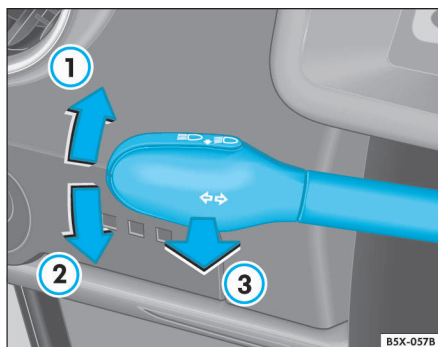

Fig. 45 Palanca de los indicadores de dirección y de conmutación de los faros
– Mueva la palanca hacia arriba, hasta el tope ⇒ fig. 45 ①, para indicadores de dirección **a la derecha**, y hacia abajo ② para indicadores de dirección **a la izquierda**. La luz correspondiente en el cuadro también parpadea.
- Para encender los faros altos presione la palanca ⇒ página 63, fig. 45 ③ en la dirección del volante, con el encendido conectado. Con los faros altos encendidos, aparece en el cuadro una luz correspondiente .
- Para apagar, presione nuevamente la palanca ⇒ página 63, fig. 45 ③ en la dirección del volante.
- Con los faros apagados, presione la palanca en dirección al volante ⇒ página 63, fig. 45 ③, para accionar las señales de luces.